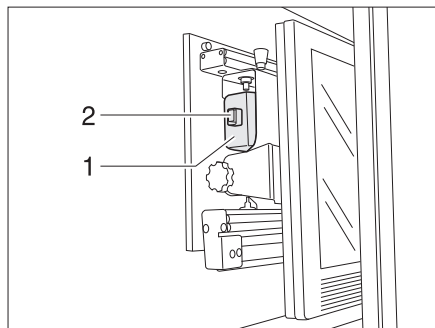

Fig. 5 Soporte en el armario de TV
- Introducir el soporte para la pantalla plana del tirador (Fig. 5,1) hasta que el pestillo (Fig. 5,2) engatille.